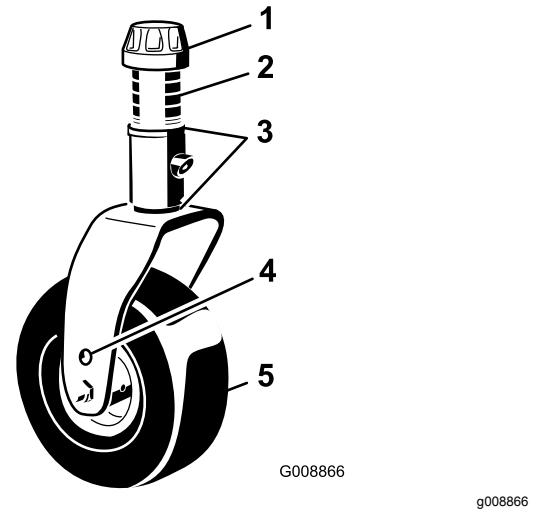

Figure 15
4. Enlevez le chapeau de tension de l'axe de pivot et sortez l'axe du bras de la roue pivotante (Figure 15).